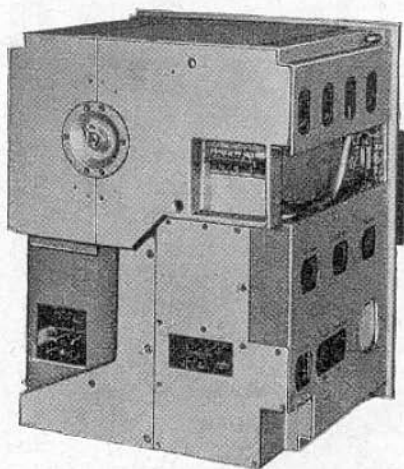

Abb. 1: Rückansicht ohne Kasten
- Sämtliche nach außen führenden Anschlüsse sind im Kasten verkabelt und über Stecker dem Gerät zugeführt (s. Abb. 1).